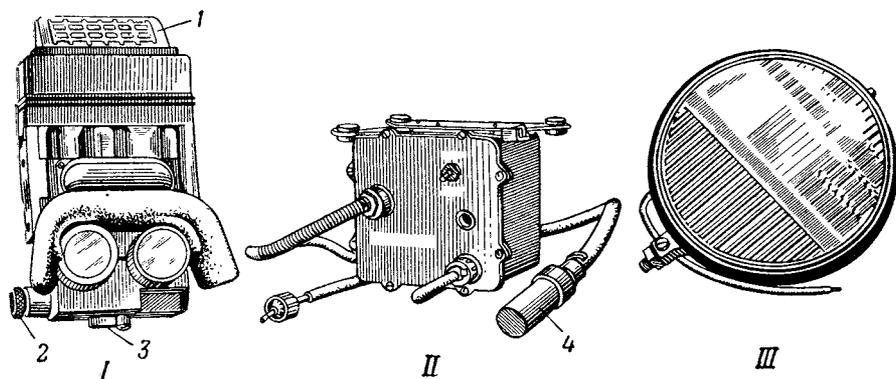

Рис. 57. Комплект прибора ТВН-2:
Комплект прибора ТВН-2 (рис. 57) состоит из прибора наблюдения I, блока питания II и фары III с герметизированным инфракрасным светооптическим элементом.
5. Присоединить к прибору наблюдения высоковольтный кабель блока питания, а колпачок 4 (рис. 57) навернуть на пробку 2 и вложить в зажим за шахтой прибора наблюдения.